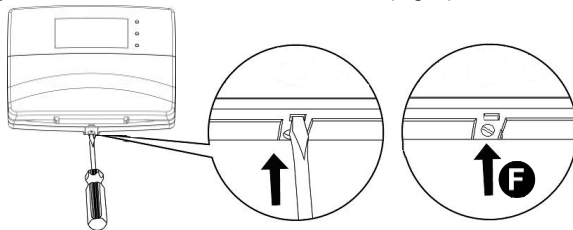

Fig. 1
Ouvrez le clavier en exerçant une légère pression sur le point indiqué dans la figure avec un tournevis plat, afin de décrocher l'ergot de fermeture et soulever le couvercle (Fig. 1).
- Fermez le clavier en serrant la vis fournie dans le trou (F - Fig. 1).